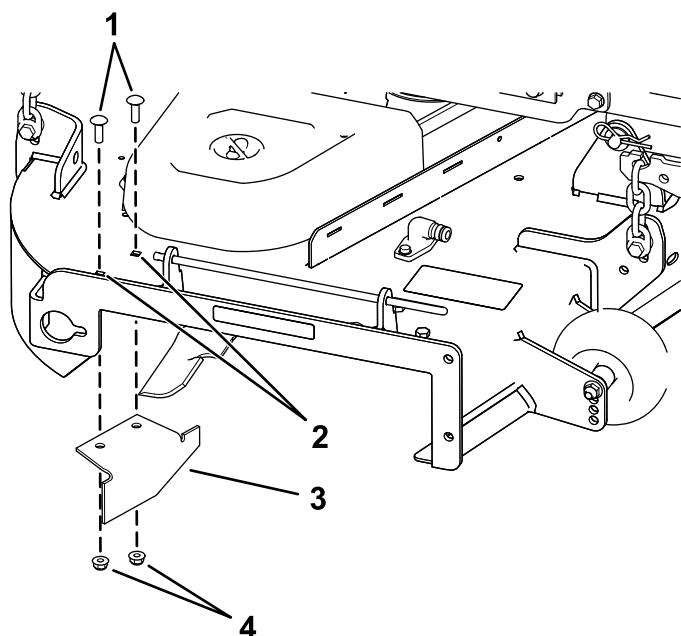

Figure 37
- Localisez le déflecteur d'ouverture dans les sachets des pièces détachées, retirez les fixations des trous arrière de la plaque d'éjection et fixez le déflecteur sur l'ouverture d'éjection latérale du plateau de coupe (Figure 37).